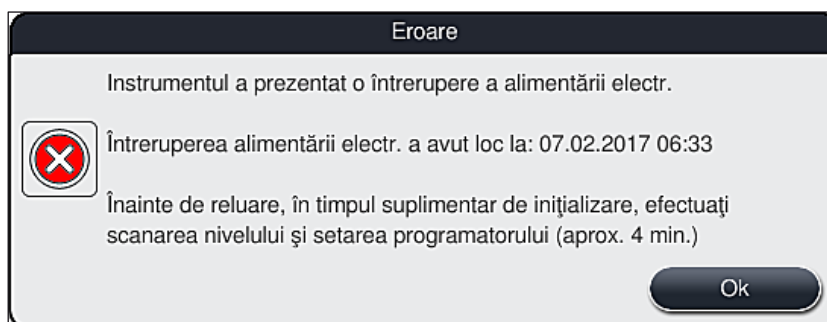

Fig. 104
- ① Primul mesaj de informare după repornirea automată a instrumentului îl notifică pe operator cu privire la timpul de întrerupere a alimentării (→ "Fig. 104"). Confirmați acest mesaj apăsând butonul **OK** pentru a porni instrucțiunile suplimentare pentru continuarea procesului de colorare.